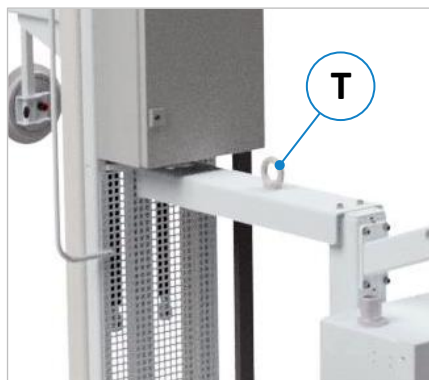

Figure 4 : l'œil de transport
4. Percez 4 trous de passage (par ex. Ø 10,5 mm chacun) à travers les planches (B) et le fond de la palette.
6. Le Mobilifter peut en outre être arrimé entre les vis des planches (B), voir sangle d'arrimage (Z2).
7. Bloquer les roues pivotantes à l'arrière avec des planches (R) vissées dans la palette, des cales ou autres.
8. Sécuriser les roulettes fixes à l'avant par 1 planche de calage + 2 cales en bois (K) contre les forces latérales.
10. L'œil de transport représenté sur ⇒ Figure 4 sert uniquement à soulever le Mobilifter et ne doit expressément pas être utilisé pour l'arrimer.